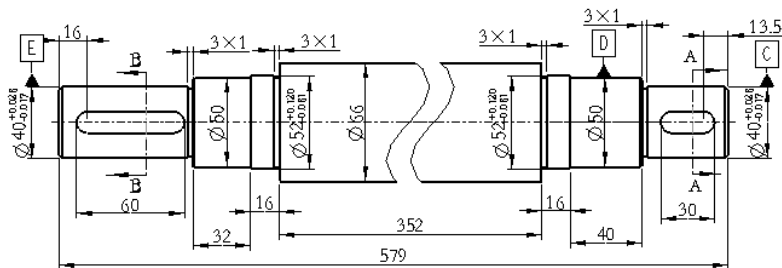

图 5.8.21 添加基准
(4) 在“基准特征”选项卡的“标签”文本栏中输入基准名 C，然后按 Enter 键。
(5) 在图纸空白处单击，然后将基准符号移至合适的位置。
(6) 参照上面的步骤，分别添加基准 D 和基准 E，结果如图 5.8.21 所示。